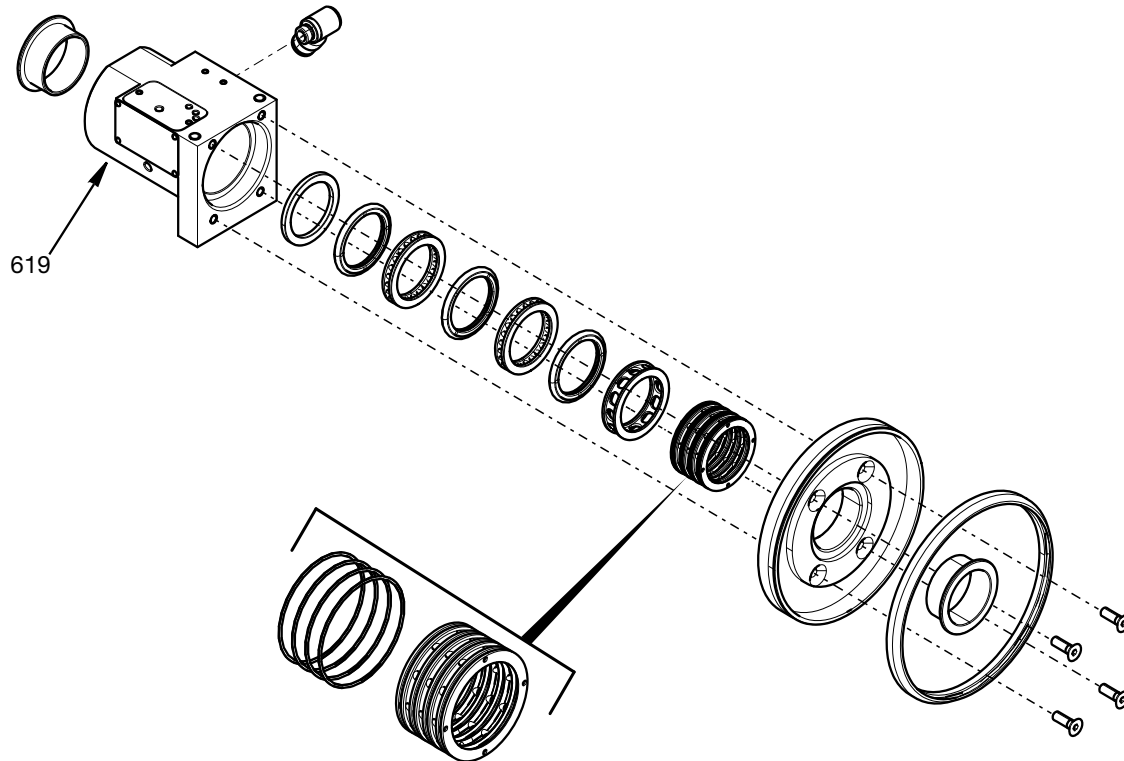

FIG. 19
11. Alle Innenteile und Dichtungen können jetzt aus dem Schwenkgehäuse (619) entfernt werden. Alle internen Dichtungen und Dichtringe sollten ersetzt werden, wenn die Schwenkkammer demontiert wird. Siehe FIG. 19.